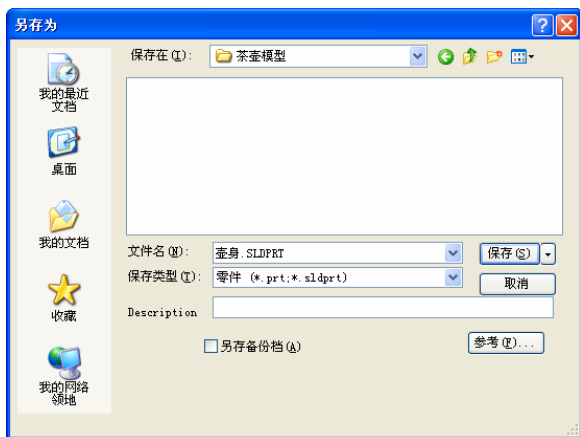

图 8-112 “另存为”对话框
③ 保存文件。选择菜单栏中的“文件”→“保存”命令，或者单击“标准”工具栏中的“新建”图标，此时系统弹出如图 8-112 所示的“另存为”对话框。在“文件名”一栏中输入“壶身”，然后单击“保存”按钮，创建一个文件名为“壶身”的零件文件。